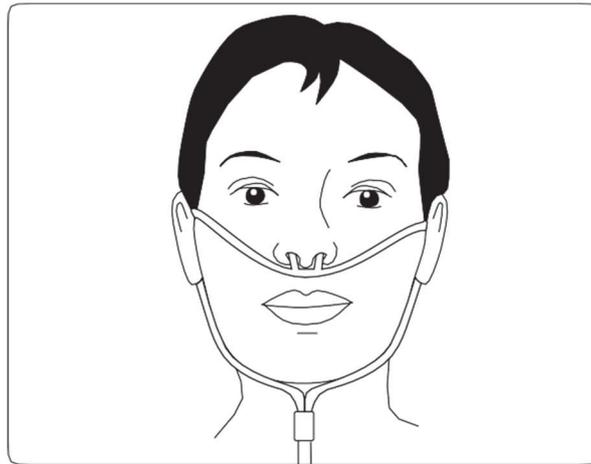

Abbildung 15: Angelegte Atemnasenbrille.
1. Legen Sie die Atemnasenbrille wie in Abbildung 15 dargestellt an.